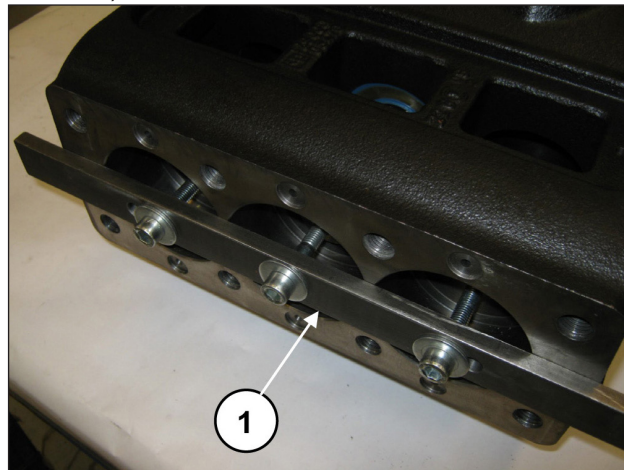

图 19
将半连杆向液压部分的方向完全前移，使之从曲轴中出来。为方便操作，可使用专用工具(编号 27566200)。(位置①，图 19)。